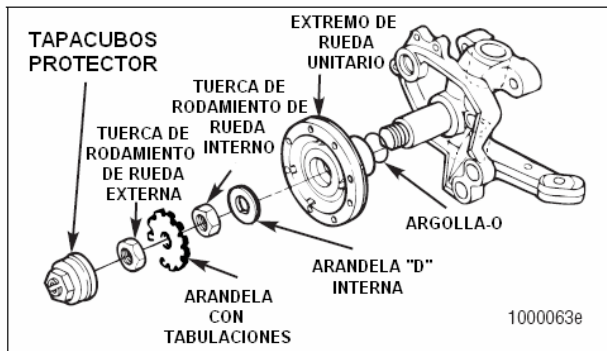

Figura 13.13
- **Si el movimiento total del indicador de cuadrante es de 0.003-pulgadas (0.08 mm) ó mayor:** Remueva la tuerca del rodamiento externa y la arandela tabulada. Ajuste la tuerca de rodamiento interna de la rueda a 500-700 lb-ft (679-949 N«m) mientras gira el extremo de la rueda unitaria un mínimo de cinco giros. Figura 13.13.